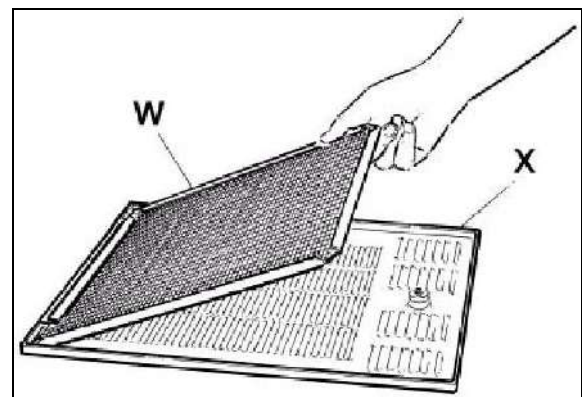

Fig. 27
- Enlever le filtre du condensateur W et le nettoyer avec de l'eau ou avec un aspirateur (voir fig.27).